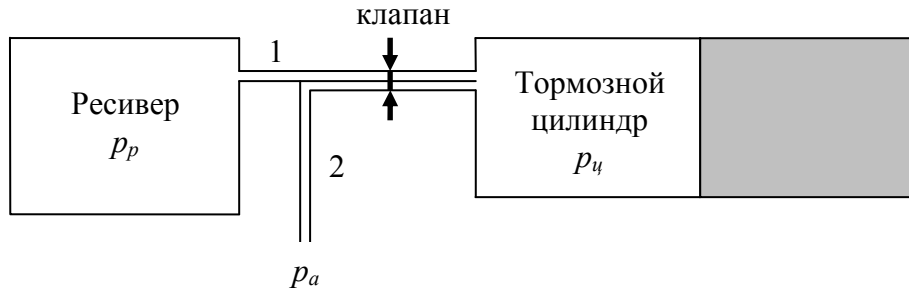

Рисунок 10 — Модель тормозной системы
Пневматическая тормозная система, (рисунок 10) имеет резервуары двух типов: центральный резервуар (ресивер) и рабочие тормозные цилиндры. К каждому рабочему цилиндру ведет два трубопровода: один (1) ведет из центрального резервуара в тормозной цилиндр, а другой (2) из тормозного цилиндра в атмосферу.